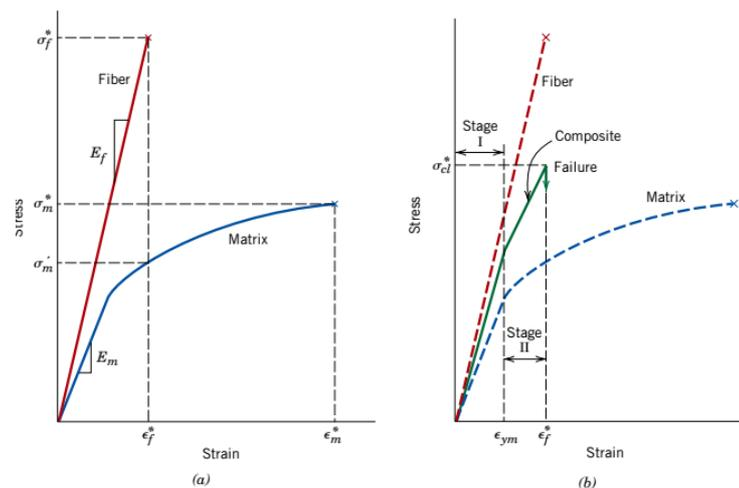

Figura 5 - Curvas Tensão-deformação esquemáticas para materiais com fibra frágil e matriz dúctil.
12. Diferentes tipos de deformações podem ser observados no comportamento viscoelástico para um ciclo de carga constante aplicada (Figura 5 (a)). Explique a deformação observada a partir das respostas obtidas em (b), (c) e (d).